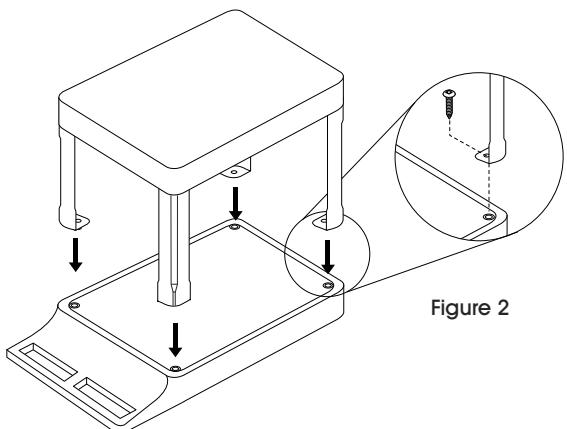

Figure 3
- Vissez les roulettes dans le dessous de la tablette inférieure avec seize vis. (Voir Figure 3)